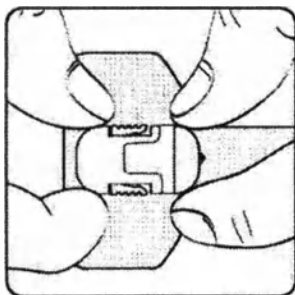

Рис.99.
4. Наденьте заглушку на разъем компонента введения канюли (Рис.99).